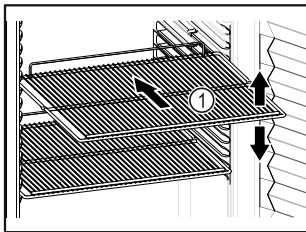

Fig. 18 Beispielhafte Darstellung
- ❑ Wenn Ablageflächen Fig. 18 (1) versetzbar sind, Ablageflächen je nach Höhe anpassen.